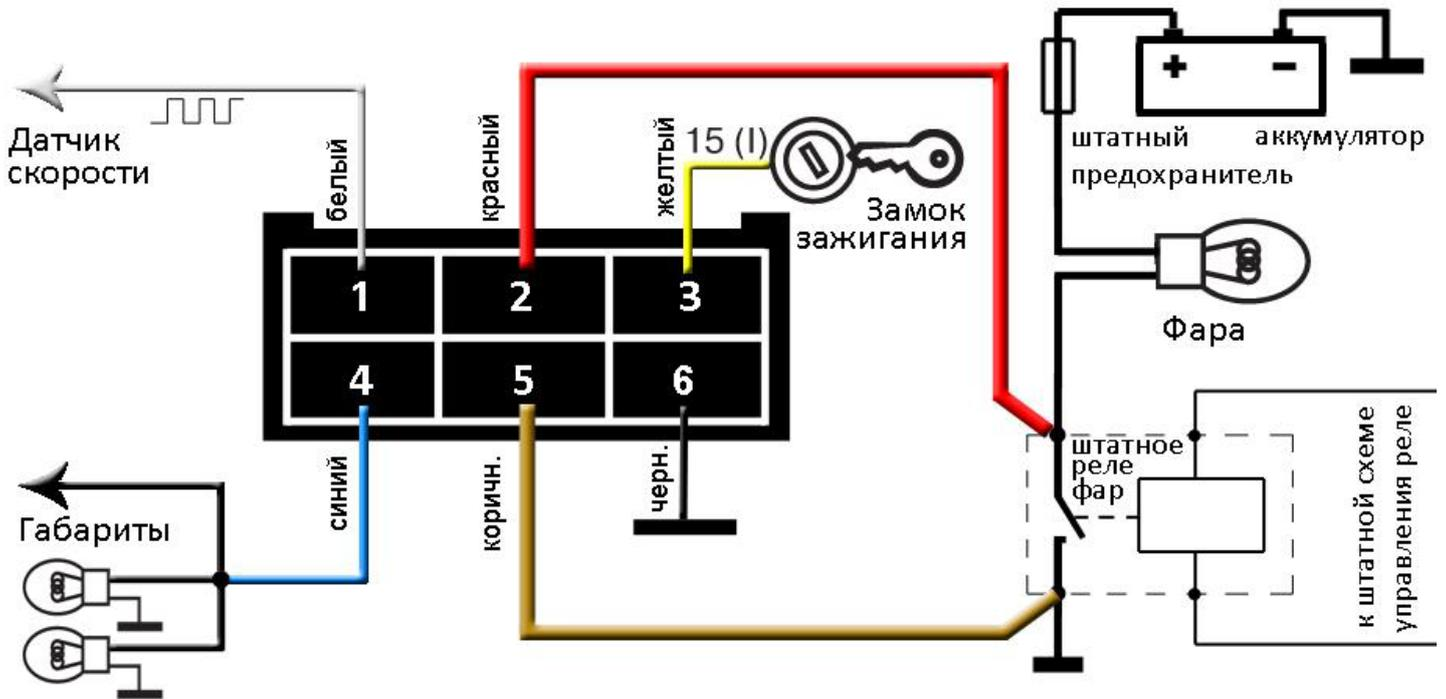

Рисунок 2
- 2. Дальний свет** (сечение 1 мм^2). Подключается к проводу, подключенному к контакту штатного реле включения ламп дальнего света, который подключен к лампам фары (см. рис.2). Точка подключения должна быть как можно ближе к реле.
- 5. Корпус для силовой части** (сечение 1 мм^2). Подключается к проводу, в непосредственной близости от контакта штатного реле включения света, который подключен к корпусу автомобиля (см. рис.2).